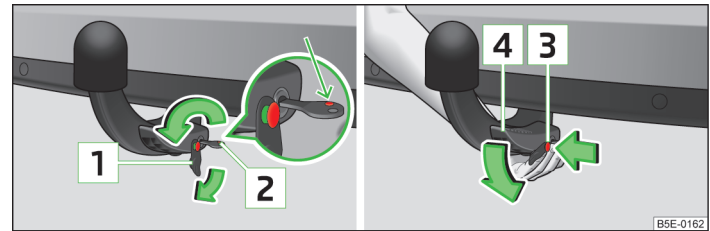

Abb. 146 Bedienungshebel der Kugelstange entriegeln / Kugelstange lösen
- Die Kappe **1** » Abb. 146 vom Schloss der Kugelstange in Pfeilrichtung abziehen.